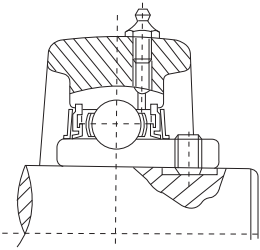
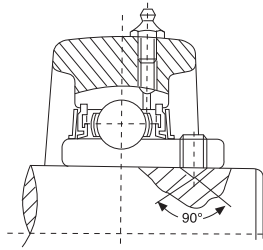

Fig. 1
Fig. 2
La fijación del rodamiento en el eje se logra enroscando dos pasadores presentes en la superficie del rodamiento mismo (fig. A). Para racionalizar dicha operación se aconseja: aplanar levemente el eje en la zona del pasador de fijación (fig. 1) o bien realizar una leve cavidad (fig. 2). En este último caso será necesario prestar mucha atención para que no se den desplazamientos axiales que puedan deformar el rodamiento. Es necesario ajustar lo más posible los pasadores se fijación, evitando así cualquier desplazamiento del aro interior sobre el eje. **Evitar de todos modos un apriete excesivo de los pasadores**, que podría provocar una deformación del aro interior y causar un deslizamiento no uniforme. Montar los pasadores de fijación siguiendo los valores indicados en las tablas que se exponen a continuación.
*flatten slightly the shaft in the zone where the setscrew will be fixed (fig. 1) or hollow out a small cavity (fig. 2). In the case of the cavity, be very careful that there are no axial movements that could deform the bearing.*